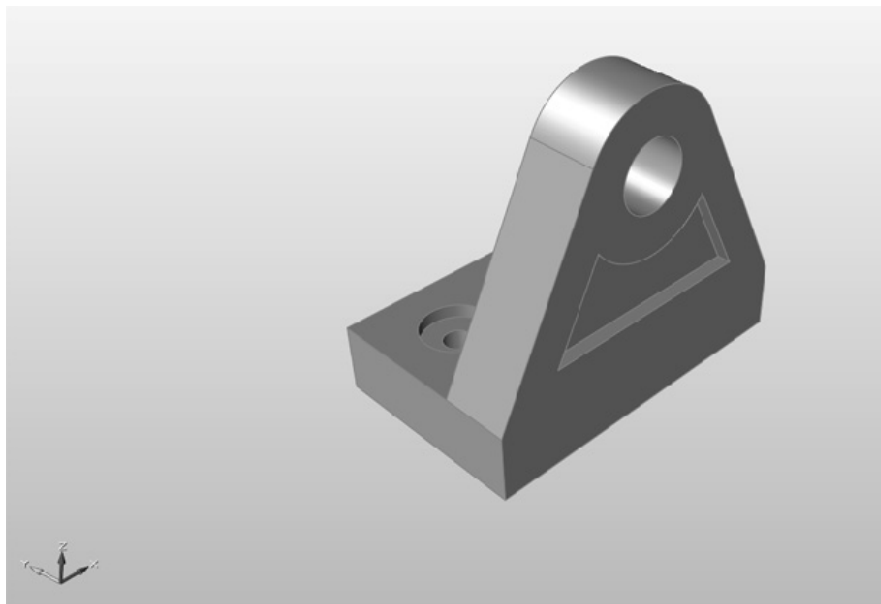

图 3-2
- 4) 选择文件 bracket.x_t 并打开，如图 3-2 所示。